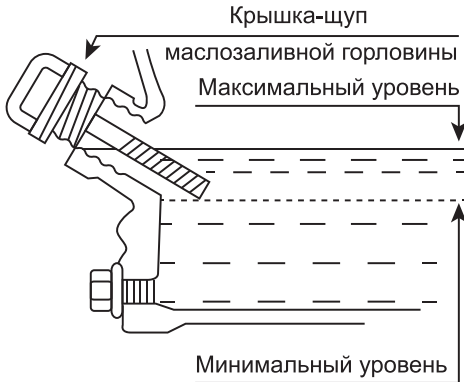

Рис. 7 Проверка уровня масла в картере
- Аккуратно вытащите щуп и осмотрите его. Уровень масла должен соответствовать верхней отметке на щупе. При недостаточном уровне масла в картере необходимо долить чистое масло до верхней отметки на щупе, что соответствует нижней кромке заливного отверстия (Рис. 7). После окончательной проверки, плотно закрутите крышку-щуп.
горловины (Рис. 7).